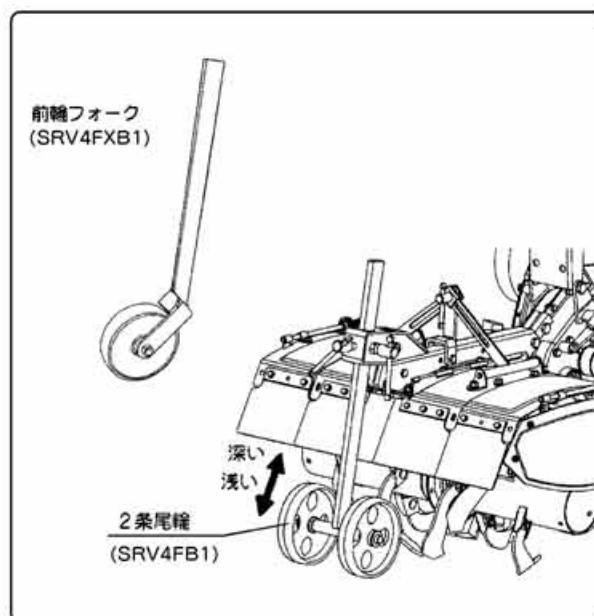

図27
①前輪を上下することにより作業深さを変えることができます。(図27)